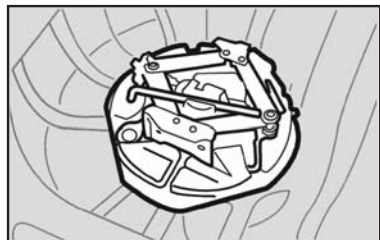

fig. 14
- recolocar o porta-ferramentas **fig. 14** no vão do porta-malas;